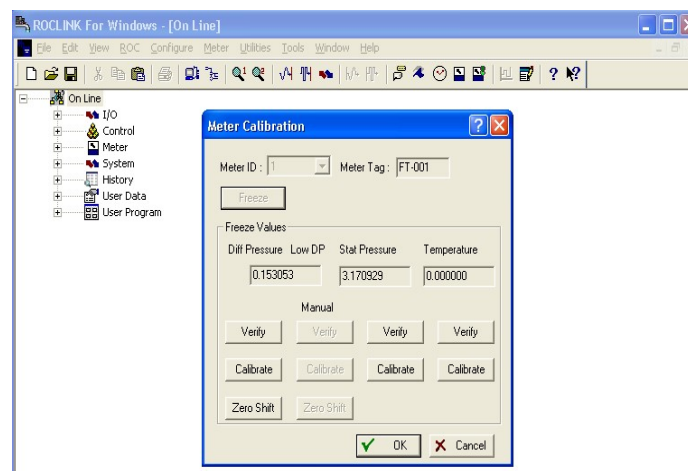

Figura 1
2.1 Seleccionar el menú **Meter** → **Calibration**, luego seleccionar el nombre del MVS y presionar **Freeze** para congelar los valores del proceso durante la calibración, al seleccionar **Freeze** el Software Roclink crea un reporte de calibración que puede ser recuperado en formato **EXCEL**, tal como se muestra en la figura 1.